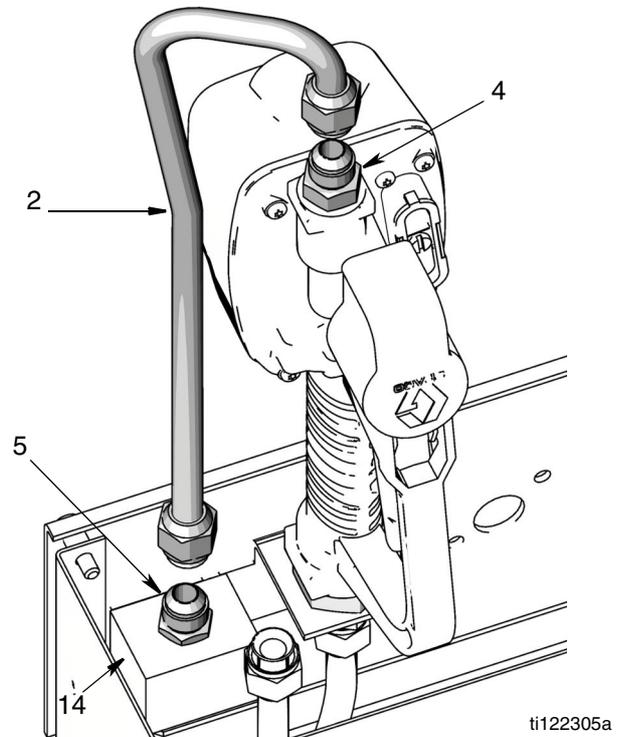

FIG. 16
6. Attachez le tube de sortie du fluide (2) à l'adaptateur du raccord (5) sur le collecteur (14) et le raccord de sortie du fluide (4) (FIG. 16). Serrez les deux raccords jusqu'à ce qu'ils soient solidement attachés. Ensuite, utilisez une clé anglaise pour serrer fermement chaque raccord.